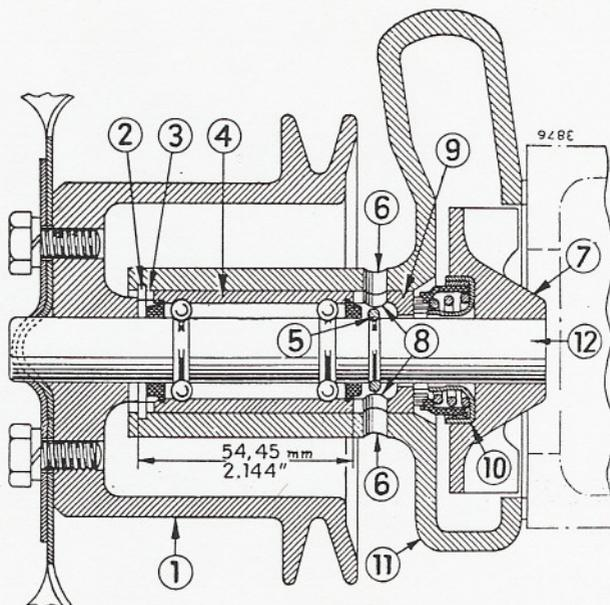

Figure 225
Percez les trous de 6 mm (0.25") de diamètre (8) dans la bague d'espacement arrière en passant par les trous (6) existant dans le corps de la pompe, fig. 225.
Glissez la bague d'espacement (3, fig.225) et le roulement de la pompe (4) dans le corps, en veillant à ce que la partie la plus longue de l'axe (12) se trouve du côté de la turbine.
Lorsque cette bague est installée correctement, la distance entre le côté intérieur de la bague arrière et le bord extérieur de la gorge du jonc d'arrêt doit être de 54,45 mm (2.144"), fig. 225.
Les références renvoient à la fig.225.